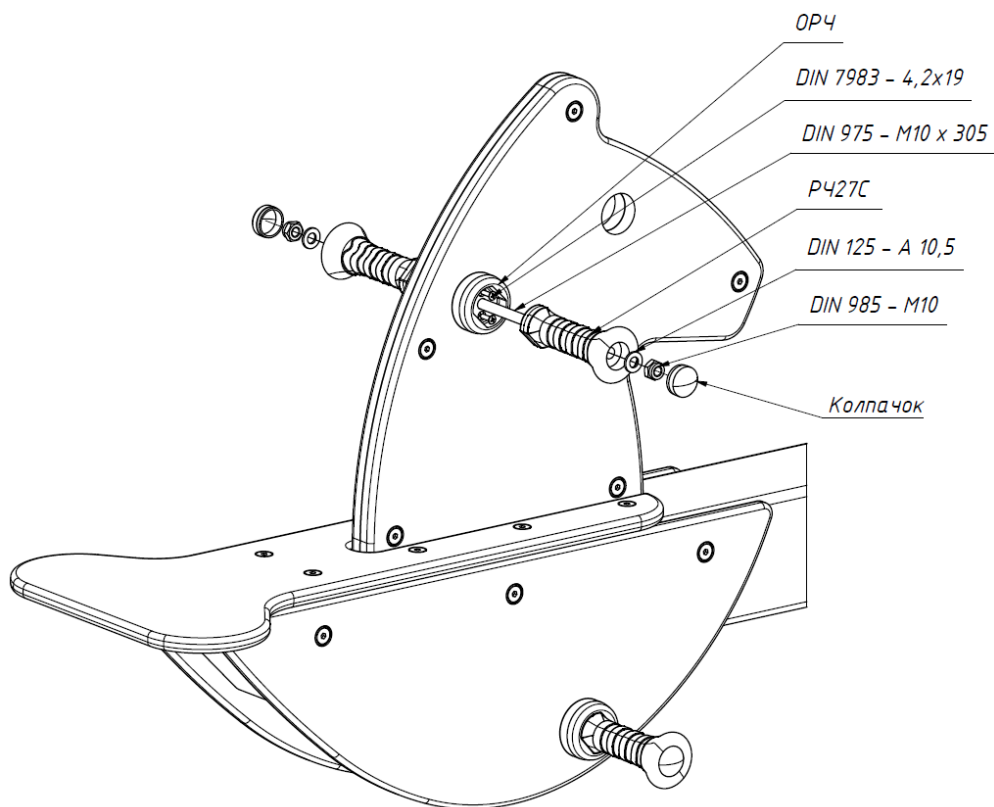

Рис. 6 Установка верхних ручек
23.13. Верхние ручки РЧ27С разместить на голове. Основание ручки ОРЧ закрепить саморезами DIN7983-4,2x19. Ручки установить при помощи шпильки DIN975-M10x305, шайб DIN125-M10 и гаек DIN985-M10, которые закрываются колпачком, входящим в состав ручки. (Рис. 6).